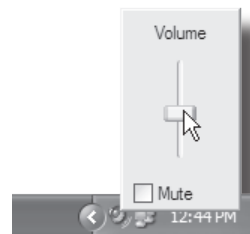

Figura 12
4. Para ajustar el volumen, haga clic en el icono del altavoz de la esquina inferior derecha y arrastre el mando deslizante (Figura 12).